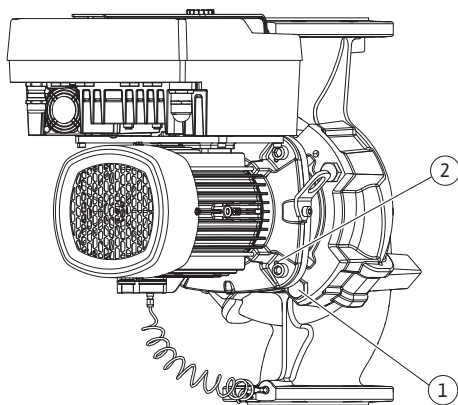

Fig. 104: Odtlačanie nástrčného bloku cez závitové otvory (DN 100 ... DN 125)
23. Nástrčný blok odtlačte od telesa čerpadla. Použite na to dva závitové otvory (pozri Fig. 104, pol. 1).
33. Na odtlačenie nástrčného bloku od telesa čerpadla použite dva vedľa umiestnené závitové otvory (Fig. 104, pol. 1) a použite vhodné skrutky pripravené na mieste inštalácie (napr. M10 x 25 mm).